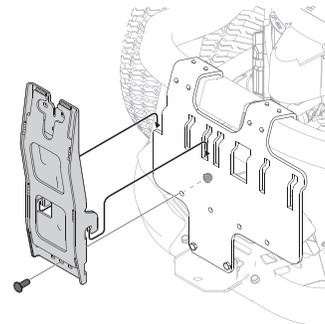

Figura 7
- Instale la ménsula de soporte vertical en el conjunto de montaje sobre el tractor enganchándolo encima del conjunto de montaje tal como se muestra en la Figura 7.
- Fije la ménsula de soporte vertical a la unidad de montaje con un perno hexagonal (710-0376) y una tuerca de seguridad con brida (712-04063) que viene con el paquete de herrajes 689-01419. Consulte la Figura 7.